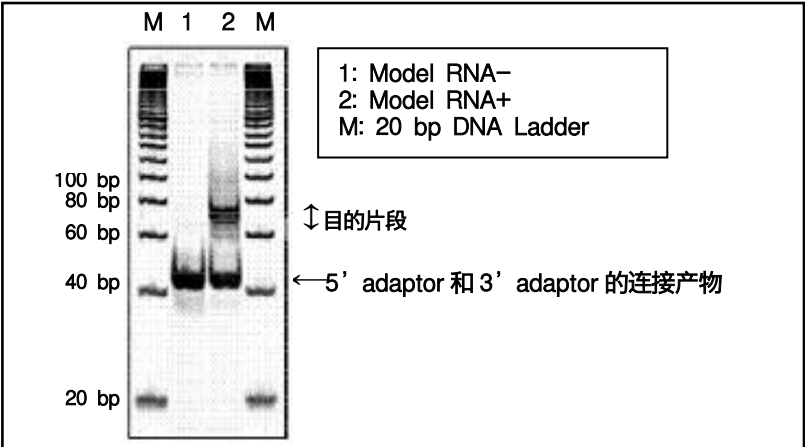

图 3 10 种 Model RNA (16 nt-30 nt) 反应结果 (由 FMBIO II Multi-view 检测)
- 7) 取 1/10 量 (5 μ l) 的 PCR 反应液, 使用 10 % 的 Polyacrylamidegel (非变性) 进行电泳, 用 SYBR[®] Green I 染色后, 使用 FMBIO II Multi-View 进行检出。结果见图 3, Lane 1 是不加 Model RNA 的反应结果, Lane 2 是加入了 10 种 Model RNA 的反应结果。
电泳时 DNA 加样量过多或电泳时间过短, 会出现图 3 中出现的 DNA 条带的拖尾现象。这时可以减少 DNA 的加样量或使用大孔胶进行电泳。此外, 调小电压降低电泳速度也可改善拖尾现象。